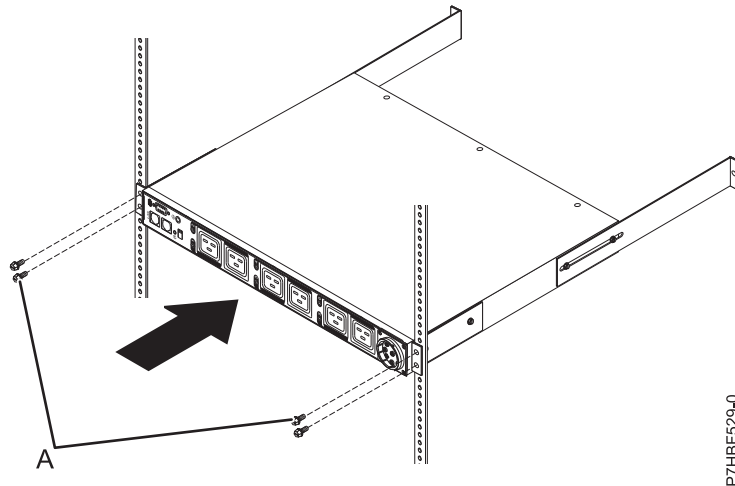

図 43. PDU+ または *Intelligent Switched PDU* の前部のラックへの取り付け
13. 以下のステップを実行することにより、長いマウント・ブラケットとブランク・フィラー・パネル (A) をラック・キャビネットに固定します。
- c. PDU、PDU+ または *Intelligent Switched PDU* をラック・フランジに固定している 2 本の M6 ねじ (A) (ケージ・ナットが使用されている場合) または M5 ねじを取り外します。
- h. 短いマウント・ブラケットが付いた PDU、PDU+、または *Intelligent Switched PDU* モデルの端を、ラック・フランジの外側に位置合わせします。レールの位置が前面ラック・フランジに正しく揃っていることを確認します。正しく揃っていない場合は、PDU、PDU+、または *Intelligent Switched PDU* を取り外し、ステップ 13b から 13g を繰り返して、マウント・レールにマークを付け、レールの長さを再調整してください。ブラケットごとに、ケージ・ナットが使用されている場合は 2 本の M6 ねじ (A)、ナット・クリップが使用されている場合は M5 ねじを使用して、ブラケットを背面ラック・フランジのナット・クリップまたはケージ・ナットに取り付けます。
- j. 図 43に示すように、ブランク・フィラー・パネル (A) をラック・フランジの外側に位置合わせします。
- k. フィラー・パネルを、まずラック・フランジに取り付け、次に、1 つのブラケットあたり 1 本の M6 ねじ (B) を使用して長いマウント・ブラケットに取り付けます。ラック取り付けキットに付属のねじを使用してください。